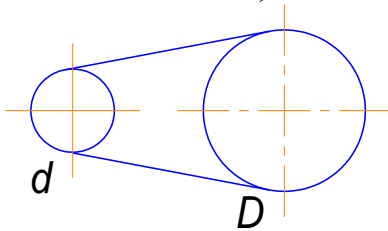

Рис. 5
5. Определить коэффициент скольжения в ременной передаче (рис. 5).